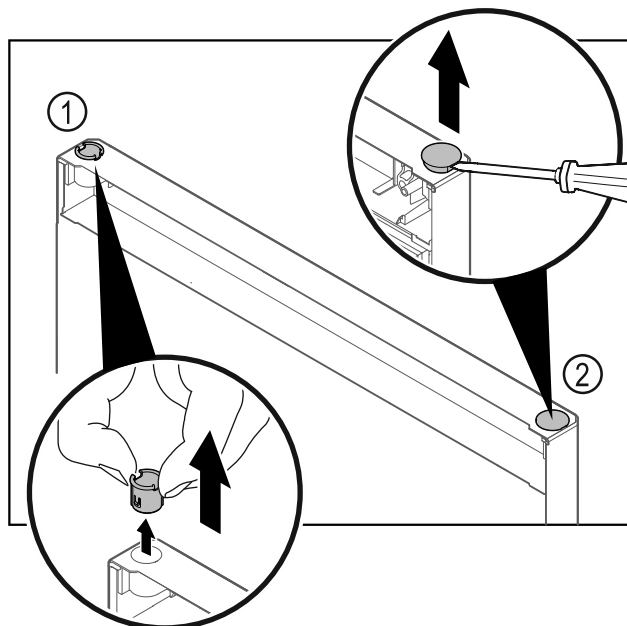

Fig. 35 Dera e ndarjes së ngrirjes
- Nxirrni jashtë bokullën e menteshës Fig. 35 (1) me gishta.
- Ngrini lart me kujdes tapën mbuluese Fig. 35 (2) me një kaçavidë me kokë petë dhe nxirrreni jashtë.